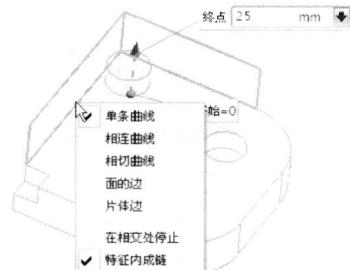

图 1-11
- 在相交处停止 和跟随圆角 功能在可以使用该功能的快捷菜单中也能够使用，如图 1-11 所示。